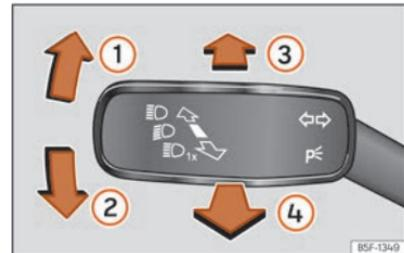

Abb. 84 Blinker- und Fernlichthebel.
- Drücken Sie den Blinker- und Fernlichthebel aus der Ausgangsstellung nach vorne »» (Abb. 84) ③.
- **ODER:** Ziehen Sie bei eingeschaltetem Fernlichtassistenten den Blinker- und Fernlichthebel nach hinten »» (Abb. 84) ④.